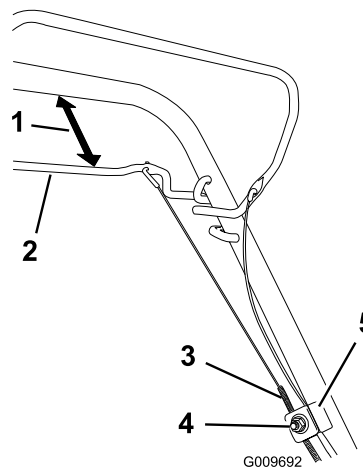

Figura 24
1. Slăbii piulia care susține cablul (Figura 24).
2. inei bară pentru propulsia automată la o distanță de 25 - 38 mm de mâner (Figura 24).
3. Trageți mantaua cablului în jos (către mână) până când cablul nu mai joacă (Figura 24).